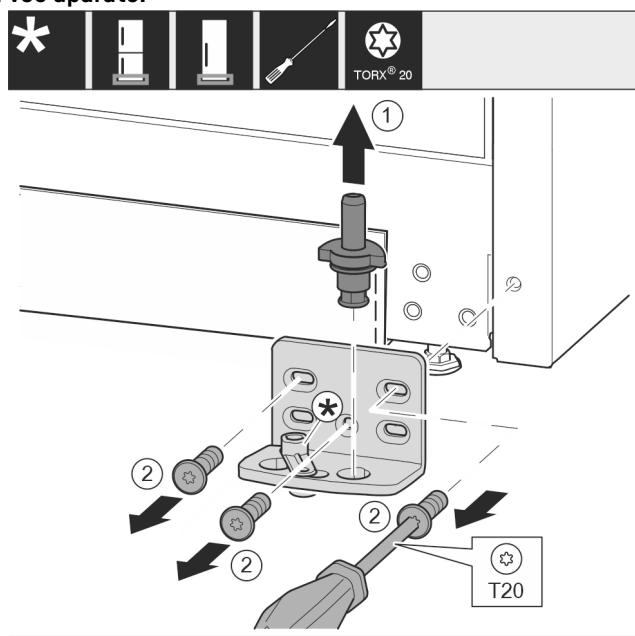

Fig. 9
- Ležajni sornik v celoti izvlecite navzgor. Fig. 9 (1)
- Vijake odvijte z izvijačem T20 in snemite ležajni podstavek. Fig. 9 (2)